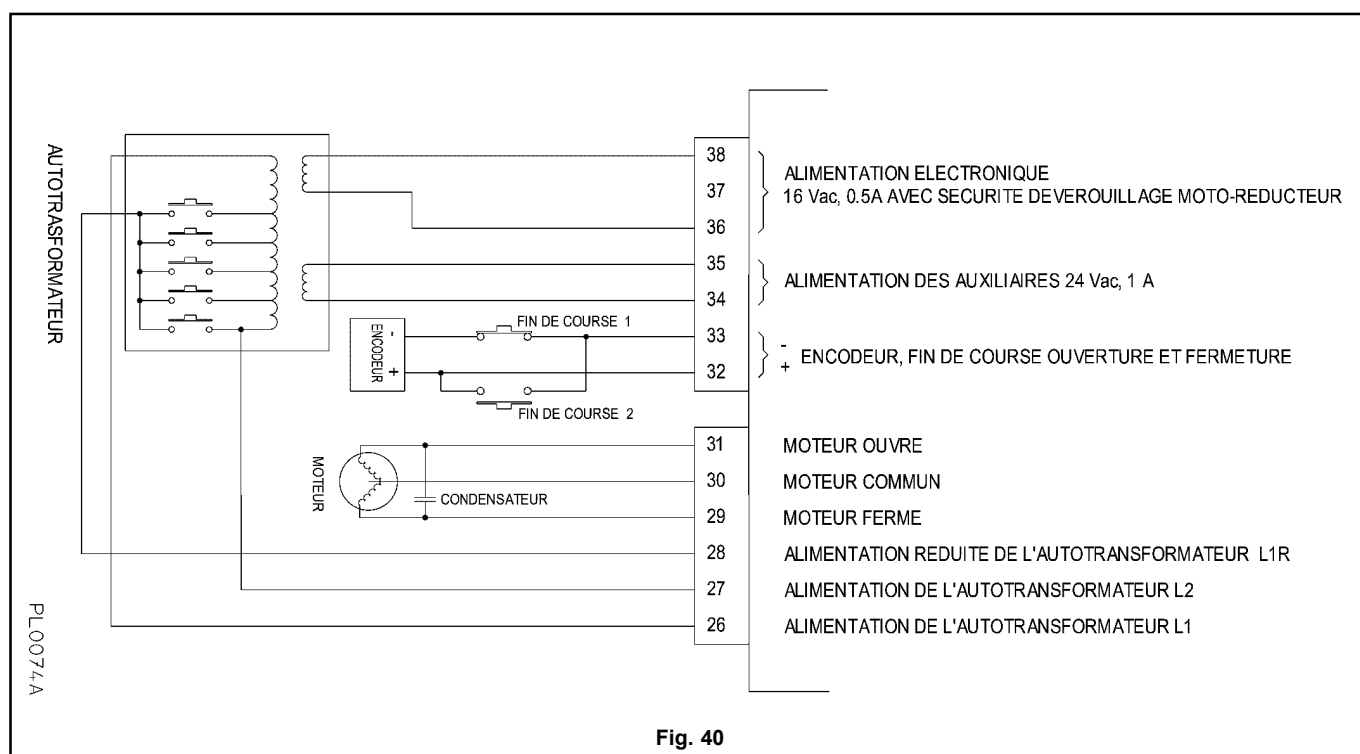

Fig. 40
**ATTENTION:** les branchements dans la partie inférieure de l'unité (fig. 40) ont été effectués par le fabricant et ne doivent en aucun cas être modifiés.
La fig. 40 présente le schéma des branchements
Tab. 7: tableau récapitulatif des fonctions des bornes de droite – fig. 40
Tab. 8: tableau récapitulatif des fonctions des bornes de gauche – fig. 40